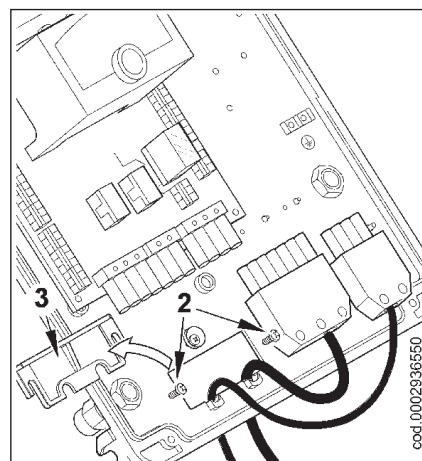

Рис. 2
- Ослабьте винты (2). После того как вы сняли кабельный зажим (3), пропустите через отверстие 7-штырьковый и 4-штырьковый разъёмы (см. рис. 2).
- Установите зажимную пластинку, как показано на рисунке 3. Поверните эксцентрик (6) так, чтобы пластинка должным образом надавила на два провода. После этого закрутите винты фиксации пластинки. Наконец, соедините два разъёма, 7-ми- и 4-штырьковый.